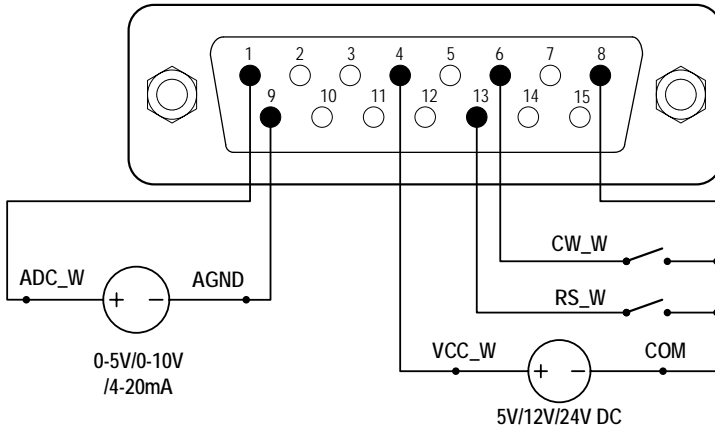
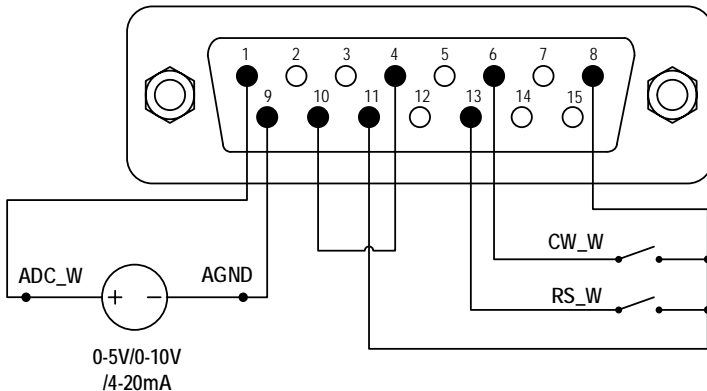

Abbildung 14. DB15-Verkabelung mit einer externen Stromquelle
Abbildung 15. DB15-Verdrahtung mit der internen 12-VDC-Stromquelle
- 1) Schalten Sie das Gerät aus. Verdrahten Sie den DB15-Stecker wie in Abbildung 14 oder Abbildung 15. Schließen Sie es an den DB15-Anschluss auf der Rückseite der Pumpe an.